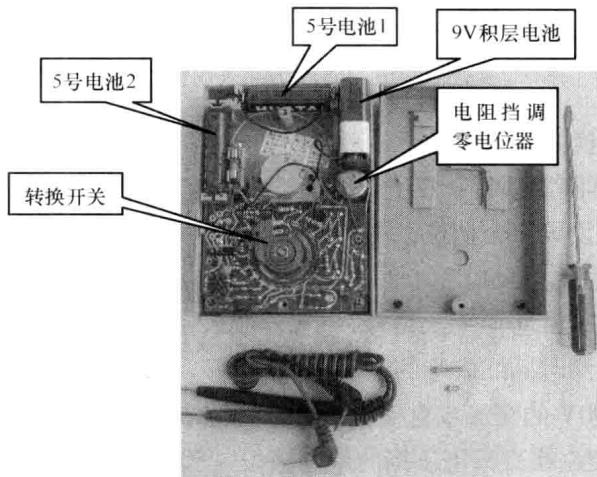

图 1-8 万用表安装电池
2) 新购置的万用表使用前应打开电池盒盖（无电池盖的需拆下整个后盖），正确地装好电池，如图 1-8 所示。